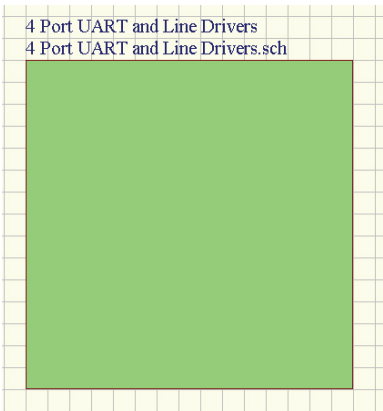

图 3-10 绘制串行接口和线驱动模块的方块电路
3) 设置完属性后，确定方块电路的大小和位置。将光标移动到适当的位置后，单击确定方块电路的左上角位置。然后拖动鼠标，移动到适当的位置后，单击确定方块电路的右下角位置。这样就定义了方块电路的大小和位置，绘制出了一个子模块，如图 3-10 所示。